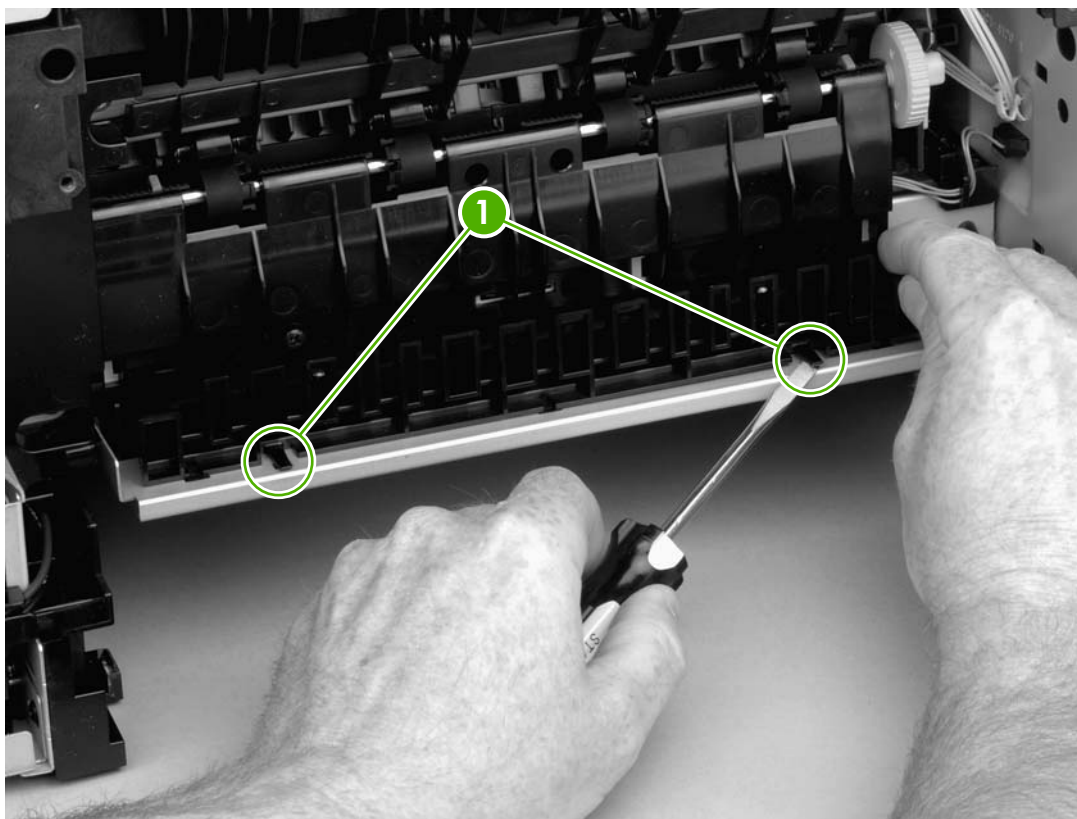

Abbildung 1-16 Entfernen der Fixiereinheit (1 von 3)
- Duplexer-Einführhilfe (siehe Abbildung 1-16, „Entfernen der Fixiereinheit \(1 von 3\)“, auf Seite 21)